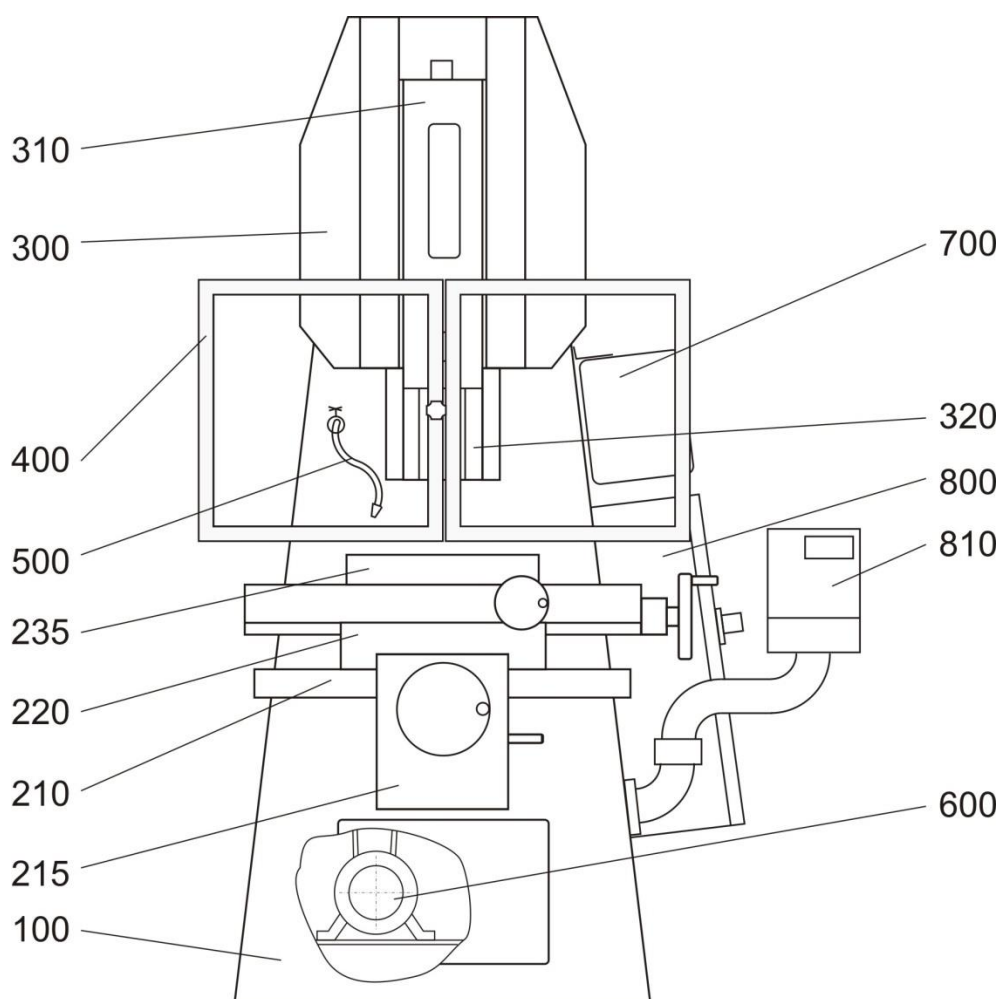
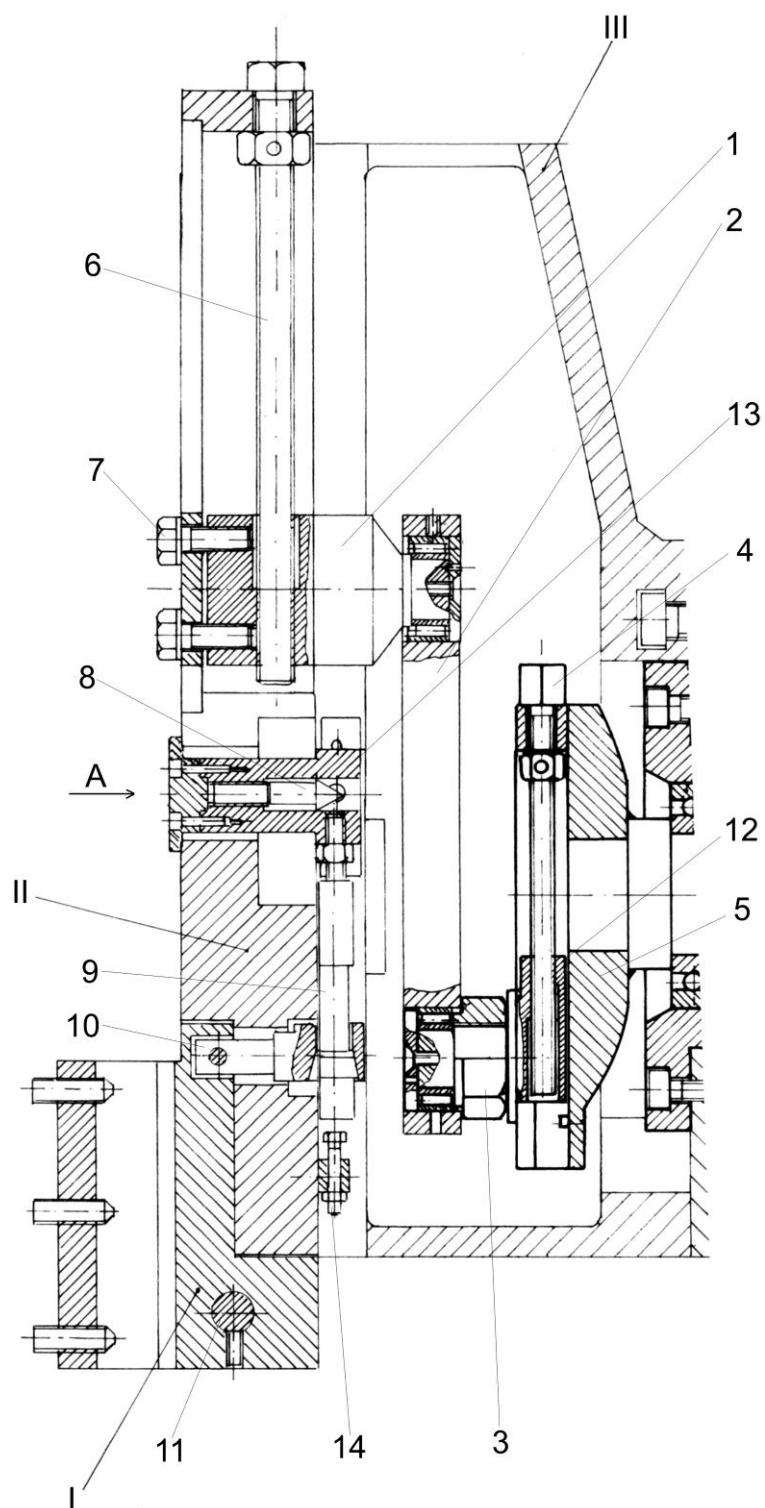

Fig. 10
Fig. 15
La fig. 10 représente l'aspect général de la machine et les notations 100 – 810 déterminent les nœuds (groupes) principaux.
„100” à la fig. 10 indique le corps de la machine, qui porte tous les autres nœuds et assure la stabilité de la machine pendant le travail. C'est un corps de tôle d'acier, fabriqué comme une construction de soudure.
„210” à la fig. 10 indique la base du support croisé, sur laquelle sont montés le chariot intermédiaire et la table rotative.
„215” à la fig. 10 indique la boîte distributive. Sa destination principale est de réaliser l'avance transversale automatique de la table.
„220“ à la fig. 10 indique le chariot intermédiaire. Sa destination principale est de joindre par deux glissières réciproquement perpendiculaires la base et la table de la machine. Le chariot intermédiaire avec la glissière de la base et tous les nœuds, qui se trouvent sur le chariot, se déplacent dans la direction - de l'ouvrier vers la machine (transversalement) et par l'autre glissière la table se déplace longitudinalement. Le mouvement longitudinal s'accomplit seulement à main à l'aide de volant 6 de la fig. 11 et le mouvement transversal – à main ou automatiquement à l'aide de boîte distributive. Le mouvement automatique est seulement dans la direction de l'ouvrier vers la machine.
„235“ à la fig. 10 indique la table rotative. Il n'y a pas une différence de principe entre les constructions de S200TGI et de S315TGI. Les différences sont de dimensions. Le diamètre de la table de S200TGI est 315 mm et de S315TGI est 450 mm.
„300“ à la fig. 10 indique la tête de la machine. Sa destination principale est de porter le curseur avec le porte-outil, dans lequel on a monté l'outil de travail et qui assure pendant le mouvement une conduite sûre et sans fardage de ses glissières à l'aide d'elles-mêmes.
„310“ à la fig.10 et II à la fig.15 indiquent le curseur de la machine. Il accomplit un mouvement de retour-translation et il porte le porte-outil. On l'avait réglé précisément aux surfaces dirigeantes de la tête. Sa marche de travail peut être réglée sans degrés, respectivement de 0 à 205 mm pour S200TGI et de 0 à 320 mm pour S315TGI.
L'augmentation et la réduction de la marche du curseur s'accomplissent de la manière suivante – la fig. 15.
1. Enlevez la petite fenêtre de protection qui se trouve à droit de la tête. Retournez à l'aide de boutons noirs la coulisse 5 de la machine, ainsi que l'écrou 3 de la fig. 15 se place contre la petite fenêtre.
On peut l'exécuter de la manière suivante – la fig. 15.
„320“ à la fig. 10 indique le porte-outil de la machine. À la fig. 15 il a indiqué par „I“. Le porte-outil a équipé d'un déviateur qui lui permet, pendant le mouvement du curseur vers le haut (non-travaillant), d'éloigne le couteau de la surface du canal pour ne pas la frotter.
„400“ à la fig. 10 indique l'entourage de protection de la zone de travail de la machine.
„500“ à la fig. 10 indique le système d'arrosage. Le réservoir de liquide réfrigérant est monté dans le corps (dans son extrémité gauche antérieure) sur un chevalet spécial. En ouvrant le couvercle antérieur de la machine, il peut être desservi. De la pompe, montée sur le couvercle de réservoir, le liquide a transporté jusqu'au mur intermédiaire en avant du corps et sort derrière la zone de travail. Le liquide déjà utilisé se ramasse par des canaux latéraux au milieu de la base et, à travers une ouverture dans elle, rentre dans le réservoir. On doit sortir le réservoir pour le nettoyer et pour changer le liquide réfrigérant périodiquement selon l'intensité de l'exploitation de la machine et plus spécialement du système d'arrosage. Dans la plupart des cas la quantité nécessaire de liquide est tout à fait minimale et on peut la régler par le robinet, disposé devant la gargouille.